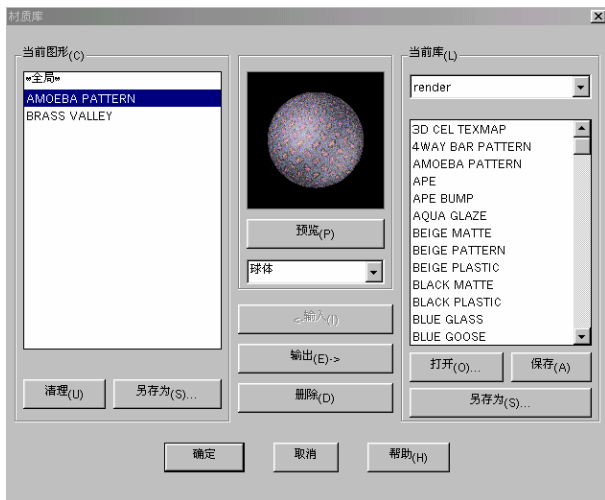

图 9-33
(5)绘制沙发底座。选择【绘图】/【实体】/【拉伸】，将绘制好的图形进行拉伸 120。单击修改工具栏上的  按钮，对刚绘制好的图形进行圆角，圆角半径为 50，选择【视图】/【着色】/【体着色】选项，最终效果如图 9-33 所示：